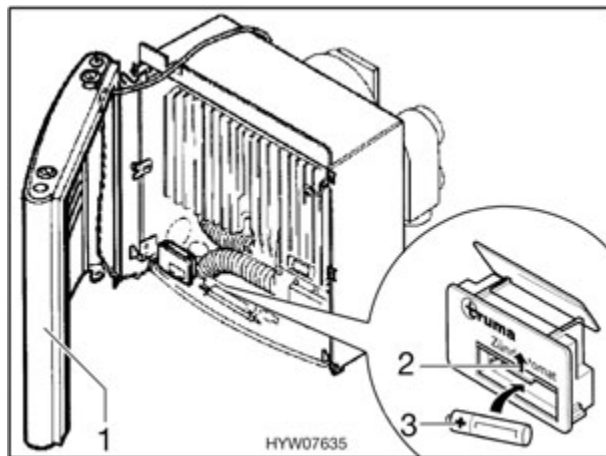

Fig. 92 Chauffage ouvert
- Placer l'habillage sur le côté (Fig. 92,1) pour que les câbles de raccordement pour le ventilateur d'air chaud et pour la lampe témoin de l'allumage n'aient pas à être débranchés.
- Pousser le couvercle du compartiment à piles (Fig. 92,2) vers le haut.
- Recharger avec une pile de même type (Fig. 92,3) en plaçant correctement les pôles (+/-). N'utiliser que des piles AAA résistantes à la chaleur (+70 °C) et étanches.